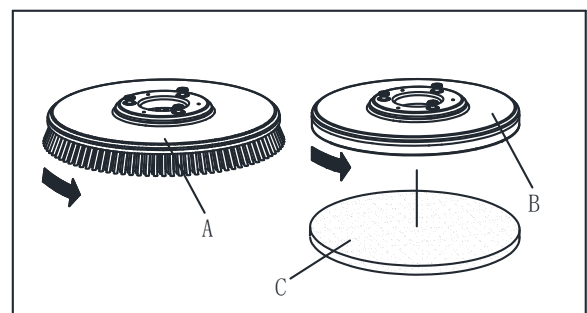

Figura 5
Instale o suporte da escova (A, Figura 5) ou esponja (B e C, Figura 5) de acordo com o tipo de chão a ser limpo.
1. Insira a chave de ignição (35) e gire-a para "O".
2. Levante o convés pressionando o pedal (9).
3. Se equipado, gire o regulador de velocidade (40) para a suspensão girando-o para a esquerda.
4. Coloque as escovas (A, Figura 5) ou o suporte da esponja (B) no convés (21).
5. Baixe o convés nos suportes de escovas/esponja pressionando o pedal (9).
6. Gire a chave de ignição (35) para "I".
8. Pressione um dos interruptores de Escova/frente (34) para encaixar o suporte de escova/esponja, e liberte-o. Se necessário, repita o procedimento até os suportes de escovas/esponja estarem encaixados.
9. Se o Passo nº8 for difícil, utilize o método manual girando o suporte da escova/esponja na direcção oposta à direcção de rodar normal para poder retirar. (Como mostrado na Figura 5).